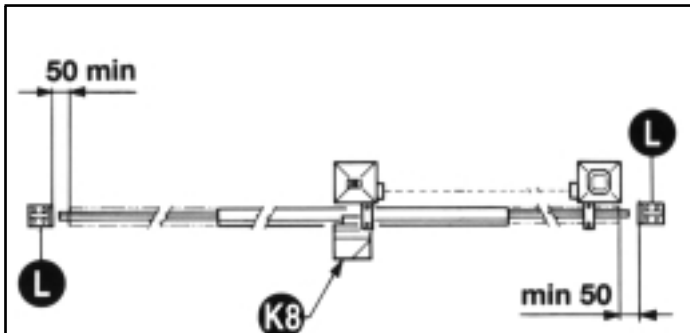
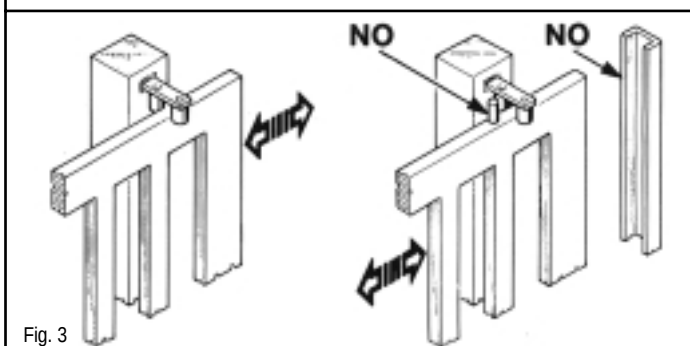

Fig. 2
Fig. 3
È necessario che la guida abbia alle sue estremità due fermi meccanici (L) (Fig. 2). Inoltre, le colonne devono avere superiormente delle guide antideragliamento (Fig. 3).
Il est nécessaire que le guidage ait à ses extrémités deux arrêts mécaniques (L) du type indiqué (Fig. 2). En plus, les colonnes doivent avoir dans la partie supérieure des guidages antidéraillement.
Eliminer les arrêts mécaniques du type décrit (Fig. 3).
The guide needs to have two mechanical stops (L) of the type indicated at its ends (Fig. 2).
In addition, the columns must have anti-derailment guides at the top (Fig. 3).
N.B. Eliminate the mechanical stops of the type indicated in Fig. 3.
Die Führungsschiene muß an beiden Enden mechanische Sperrungen (L) haben, wie in der Abbildung dargestellt ist (Fig. 2). Darüberhinaus Mußen die Säulen über Entgleisungsschutzvorrichtungen verfügen (Fig. 3).